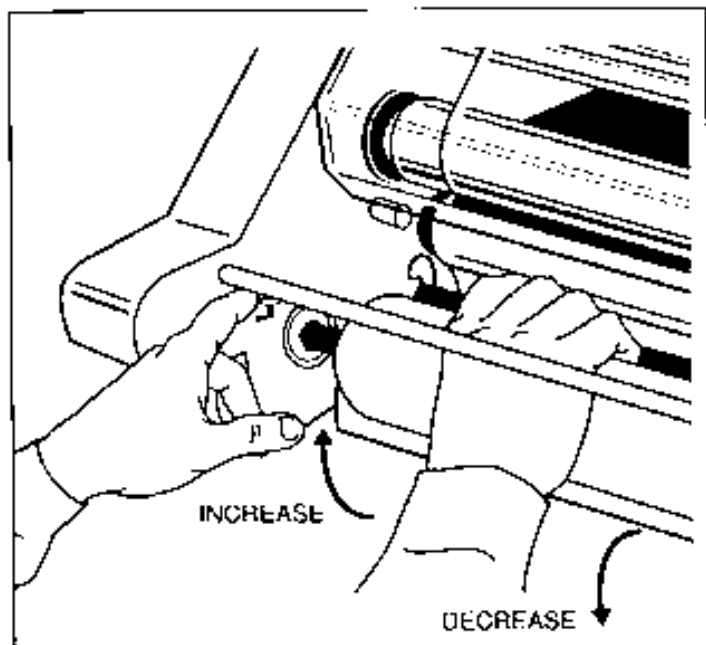

Fig. 18
1. To adjust the bottom brake. Push and hold the brake lever, (Figure 18), located on the left side frame by the roll of film. Rotate the roll of film until the lever engages the internal mechanism.
2. Refer to Figure 18 for the proper rotation of the film to increase or decrease the tension.
1. Um die untere Bremse zu justieren, rollen Sie ca. 61 cm des Films ab. Betätigen Sie den Brems-Hebel, der sich an der linken Rahmenseite bei der Folienrolle befindet und halten ihn fest (Abb. 18). Drehen Sie die Folienrolle bis der Hebel einrastet.
2. Siehe (Abb.18) für die richtige Drehung des Bremses, um die Spannung zu erhöhen oder zu verringern.
1. Rol ongeveer 60 cm film af om de onderste rem bij te stellen. Duw de remhendel (zie afb. 18) naar beneden en houd deze vast; de remhendel bevindt zich aan de linkerkant naast de filmrol. Roteer de rol film totdat de hendel vastgrijpt in het interne mechanisme.
2. Zie afb. 18 voor de juiste rotatie-richting voor het verhogen of verlagen van de spanning.
1. Pour régler le frein inférieur, déroulez 60 cm de film. Poussez et maintenez le levier de frein (figure 18) situé sur le côté gauche du châssis, près de la bobine de film. Faites tourner la bobine jusqu'à ce que le levier enclenche le mécanisme interne.
2. Reportez-vous à la figure 18 pour augmenter ou diminuer la tension et assurer une rotation correcte de la bobine de film.